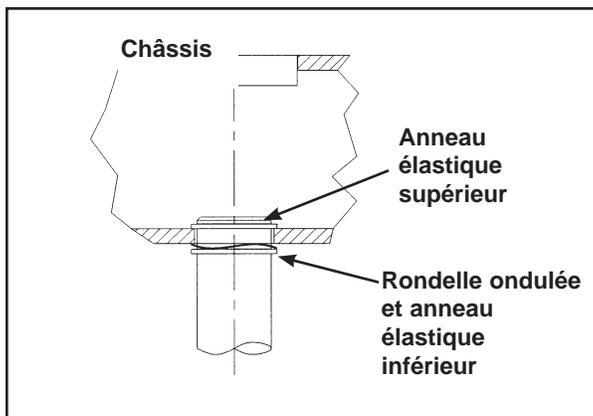

Figure 6A
5. Installez la pile de poids (reportez-vous aux étapes 5A à 5N et aux figures 6A à 8).
- A. À l'aide de pinces à anneau élastique externe, faites glisser l'anneau élastique inférieur (et la rondelle ondulée) vers le bas à environ 2 po (5,08 cm) de la partie supérieure de la tige guide (pour autoriser l'accès à l'anneau supérieur). Répétez cette étape pour l'autre tige guide. Reportez-vous à la figure 6A.